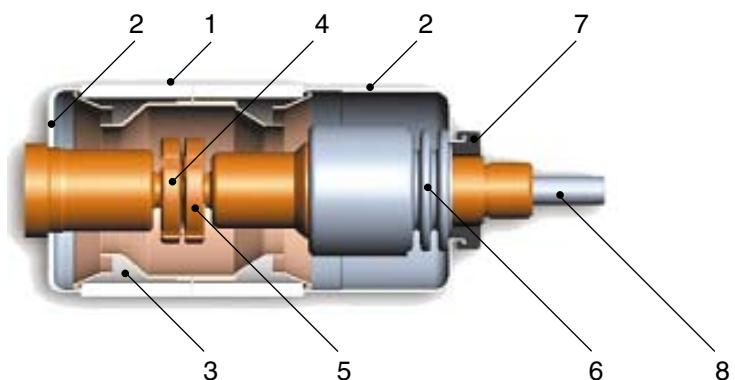

Рис. 6.1.2. Вакуумная камера выключателя
Наружная оболочка вакуумной камеры выключателя (рис. 6.1.2) состоит из керамических изоляторов (1), которые по концам закрыты крышкой из высококачественной стали (2). Расположенные внутри центрального экрана (3) контакты (4 и 5) состоят из композиционного материала на основе меди и хрома. Вследствие очень низкого статического давления в вакуумной камере выключателя на уровне 10^{-4} - 10^{-8} мбар для обеспечения высокой диэлектрической прочности требуется сравнительно малый контактный зазор. Переключение в герметично закрытой вакуумной камере выключателя выполняются с помощью металлического сильфона (6). Для защиты металлического сильфона с подвижным контактным проводом входит в зацепление защита от перекручивания (7). Соединение с приводом осуществляется посредством закрепленной в подводящем проводе резьбовой шпилькой (8).